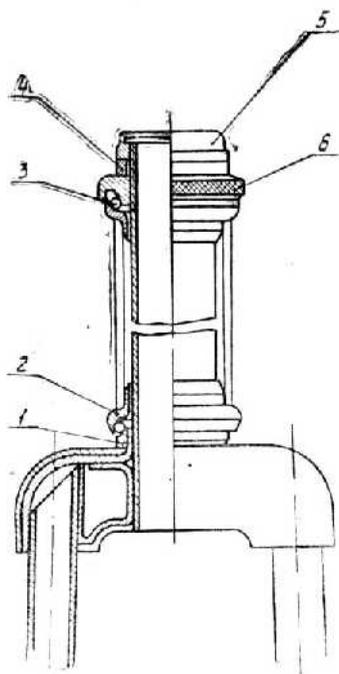

Рис. 1. Вилка передняя.
**Вилка передняя** (рис. 1). Для устранения недопустимой качки или тугой затяжки шарикоподшипников нужно отвернуть контргайку 5, подтянуть или ослабить чашку с нарезкой 6 и затянуть контргайку.